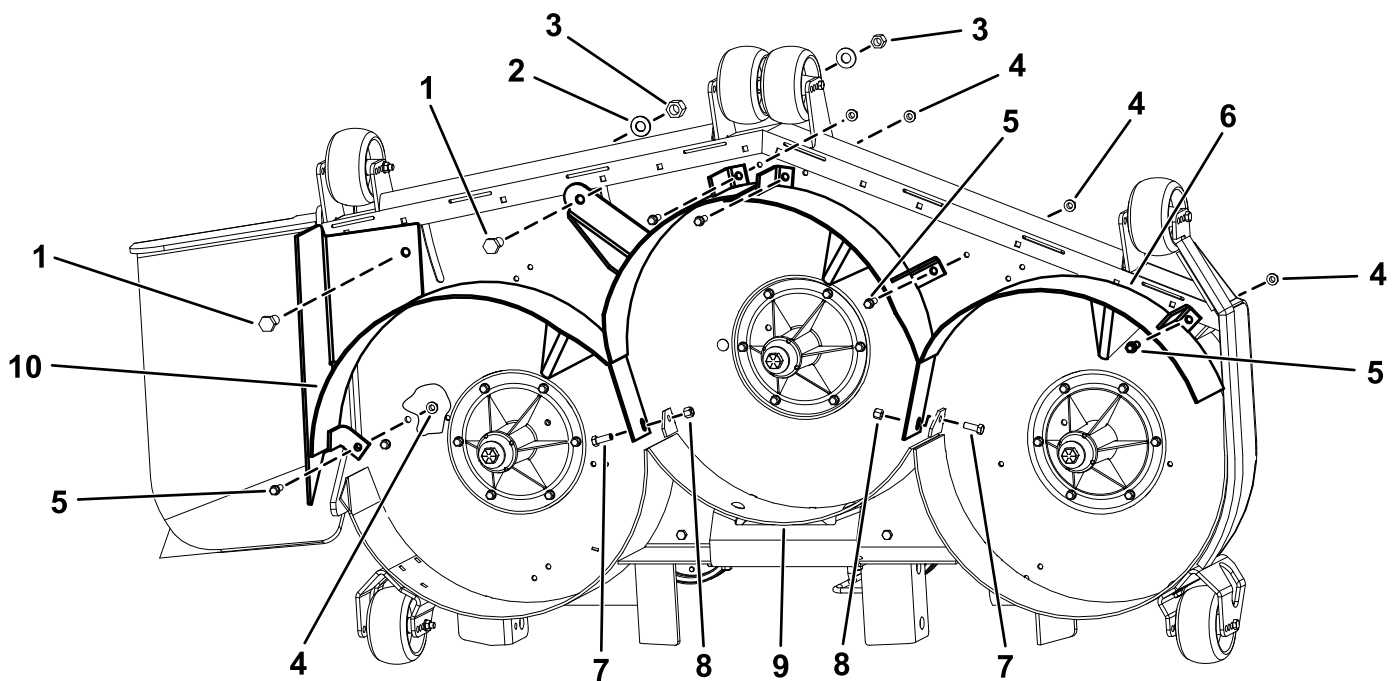

Figure 3
1. Montez le déflecteur droit sur le plateau de coupe (Figure 3).
2. Fixez légèrement le déflecteur droit au sommet du plateau de coupe à l'aide de 2 boulons (1/2" x 1"), 2 boulons taraudeurs (3/8" x 1"), 2 écrous (1/2"), 2 rondelles (1/2") et 2 écrous à embase (3/8"), comme montré à la Figure 3.
3. Fixez légèrement le déflecteur droit sur le déflecteur arrière à l'aide de 1 boulon (3/8" x 1") et 1 écrou (3/8"), comme montré à la Figure 3.
4. Montez le déflecteur gauche sur le plateau de coupe (Figure 3).
5. Fixez légèrement le déflecteur gauche au sommet du plateau de coupe à l'aide de 3 boulons taraudeurs (3/8" x 1") et 3 écrous à embase (3/8"), comme montré à la Figure 3.
6. Fixez légèrement le déflecteur gauche sur le déflecteur arrière à l'aide de 1 boulon (3/8" x 1") et 1 écrou (3/8"), comme montré à la Figure 3.